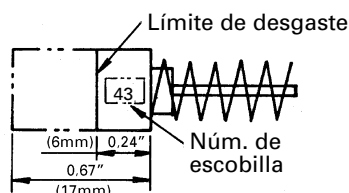

Fig. 17
2. Inspección de la escobillas (Fig. 17)
NOTA: Utilice las escobillas HITACHI Núm. 43 indicadas en la Fig. 17.